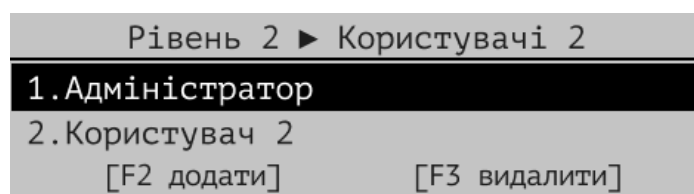

Рисунок 9.2.1 – Вікно списку користувачів другого рівня
9.2.1 В розділі меню **[Користувачі]** можливо додати або видалити користувача, а також змінити параметри існуючих користувачів 2-го рівня доступу. Вигляд вікна з цим списком показаний на Рис. 9.2.1.